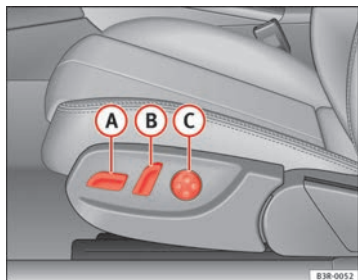
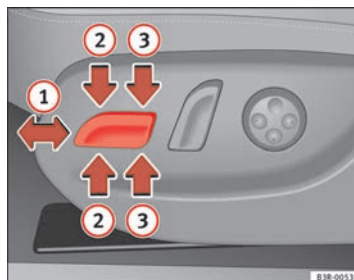

Fig. 107 Asiento delantero: Mandos para el ajuste
Fig. 108 Asiento delantero: Mandos para el ajuste de los asientos
- Desplace el mando **A** ⇒ fig. 107 hacia adelante o hacia atrás **1** ⇒ fig. 108 ⇒ **⚠**.